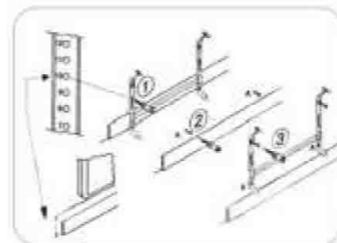

Рис. 5
6. Просверлите отверстия необходимого диаметра по меткам крепления, вставьте дюбели, приложите кронштейн и закрутите установочные винты кронштейна, закрепив тем самым кронштейн на стене (рис. 5).